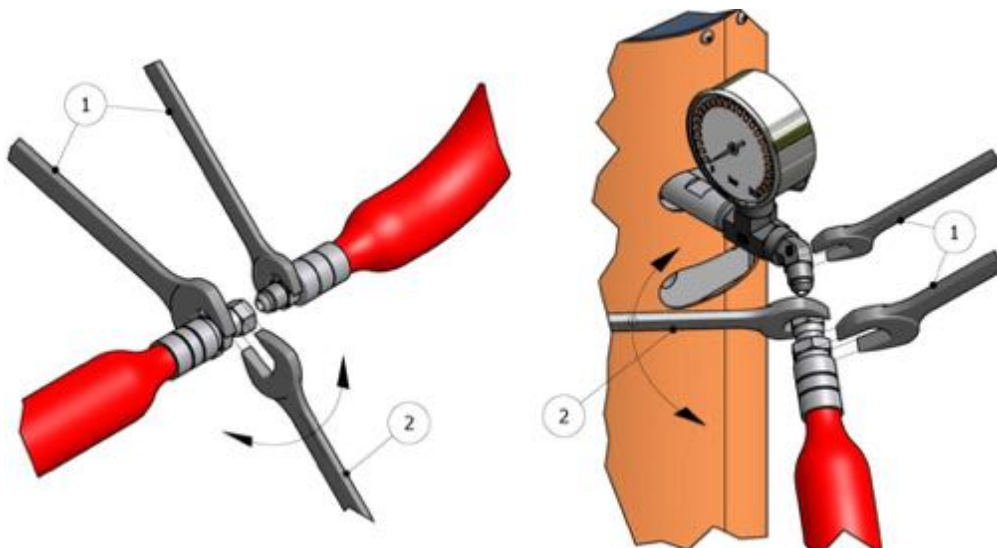

Figura 3. Método de unión de las Mangueras
¡ADVERTENCIA! Para unir las mangueras entre sí, a los calentadores o a la pistola, utilice dos llaves para sujetar las partes a unir (1) y con una tercera llave apriete o afloje (según proceda) la tuerca de unión (2) tal como muestran las ilustraciones de la Figura 3 de la pag.14. El par de apriete para dichas uniones debe ser de 20 Nm.